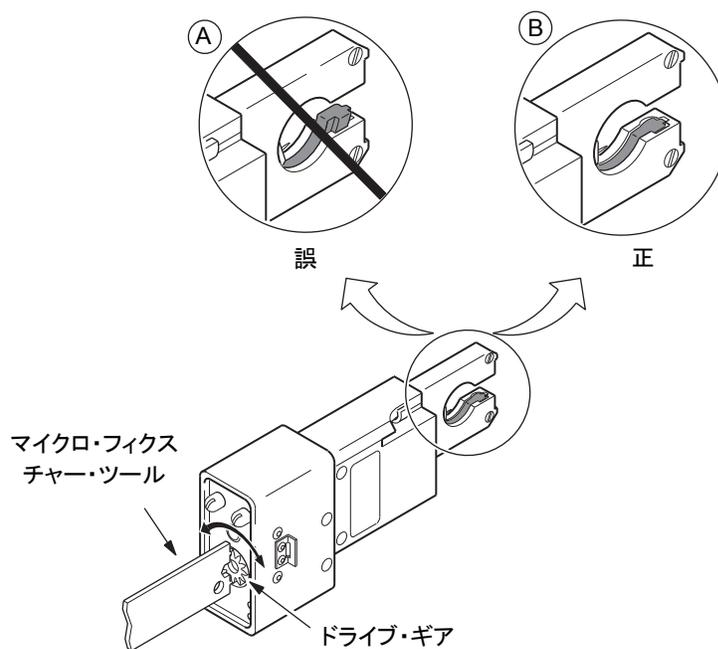
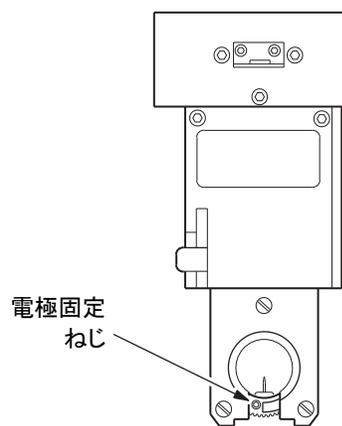

図4: 手動によるローター調整
図 8: 電極固定ねじの位置
1. マイクロ・フィクスチャー・ツールを使用して、マイクロ・ウェルド・ヘッドの底部にあるウェルド・ヘッド・ドライブ・ギアをまわし、ローター開口部とウェルド・ヘッド・ハウジング開口部の位置合わせを行います。ローターの誤った位置合わせ／正しい位置合わせにつきましては、図4のAおよびBをご参照ください。
3. 図 4 のように、手動でローター・ドライブ・ギアをまわし、電極固定ねじを露出させます(図 8)。